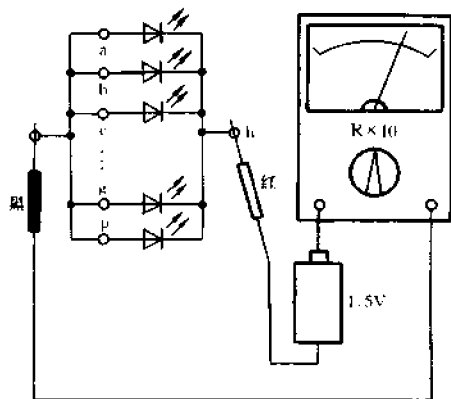

图 4-295 检测数码管全笔段发光性能
前两步已将被测 LED 数码管的结构类型、引脚排列测出。接下来还应该认真检测一下数码管的各笔段发光性能是否正常。检测方法如图 4-295 所示。将万用表置于  $R \times 10$  挡, 在红表笔一端串一节干电池后, 固定接在数码管的公共阴极上(⑨脚), 并把数码管的 a ~ p 笔段端全部短接在一起。然后将黑表笔接触 a ~ p 的短接端, 此时, 所有笔段均应发光, 显示出“8”字。